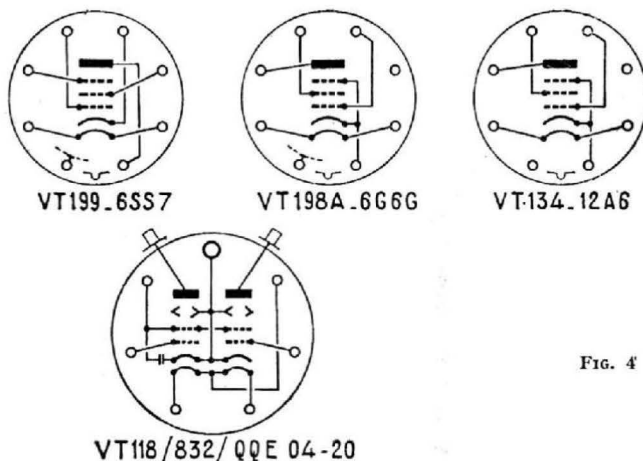

FIG. 4
La figure 4 montre les broches des tubes utilisés sur l'émetteur.
posées dans le numéro 1069. Au sujet de ce dernier numéro, signalons une erreur dans la figure 4, page 117 : concernant le tube 6AK5 (HF), il convient d'intervier les indications « plaque » et « G.2 » sur les connexions correspondantes.